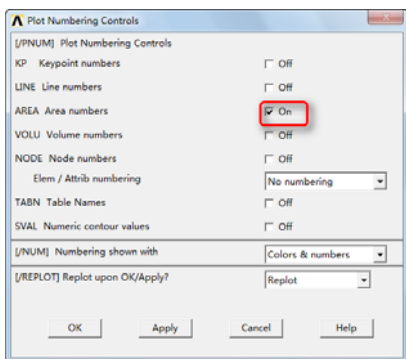

图 9-100 “Plot Numbering Controls”对话框
⑪单击“Apply”按钮, 会再弹出“Part Annular Circle”对话框, 在“WP X”输入框输入 rx0, 在“WP Y”输入框输入 ry0, 在“Rad-1”输入框输入 0, 在“Theta”输入框输入 225, 在“Rad-2”输入框输入 r1(或 2.5), 在“Theta”输入框输入 315。
⑫单击“Apply”按钮, 会再弹出“Part Annular Circle”对话框, 在“WP X”输入框输入 rx0, 在“WP Y”输入框输入 ry0, 在“Rad-1”输入框输入 0, 在“Theta”输入框输入 315, 在“Rad-2”输入框输入 r1(或 2.5), 在“Theta”输入框输入 405, 单击“OK”按钮关闭该对话框。
⑬依次选择 Utility Menu→PlotCtrls→Numbering, 会弹出“Plot Numbering Controls”对话框, 选择“Area Area numbers”, 使其状态从“Off”变为“On”, 其余选项采用默认设置, 如图 9-100 所示, 单击“OK”按钮关闭对话框。